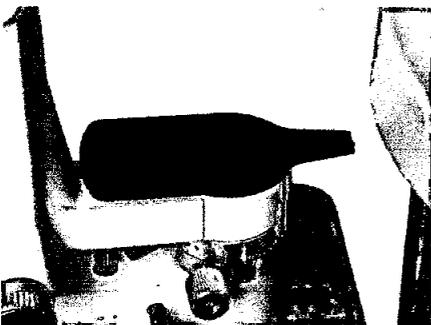

Fig. 16
" Coloque la lente de Hruby placa de guía (J) en el orificio del eje principal de la parte de base con el extremo pequeño que apunta a la parte del reposacabezas (Fig16).